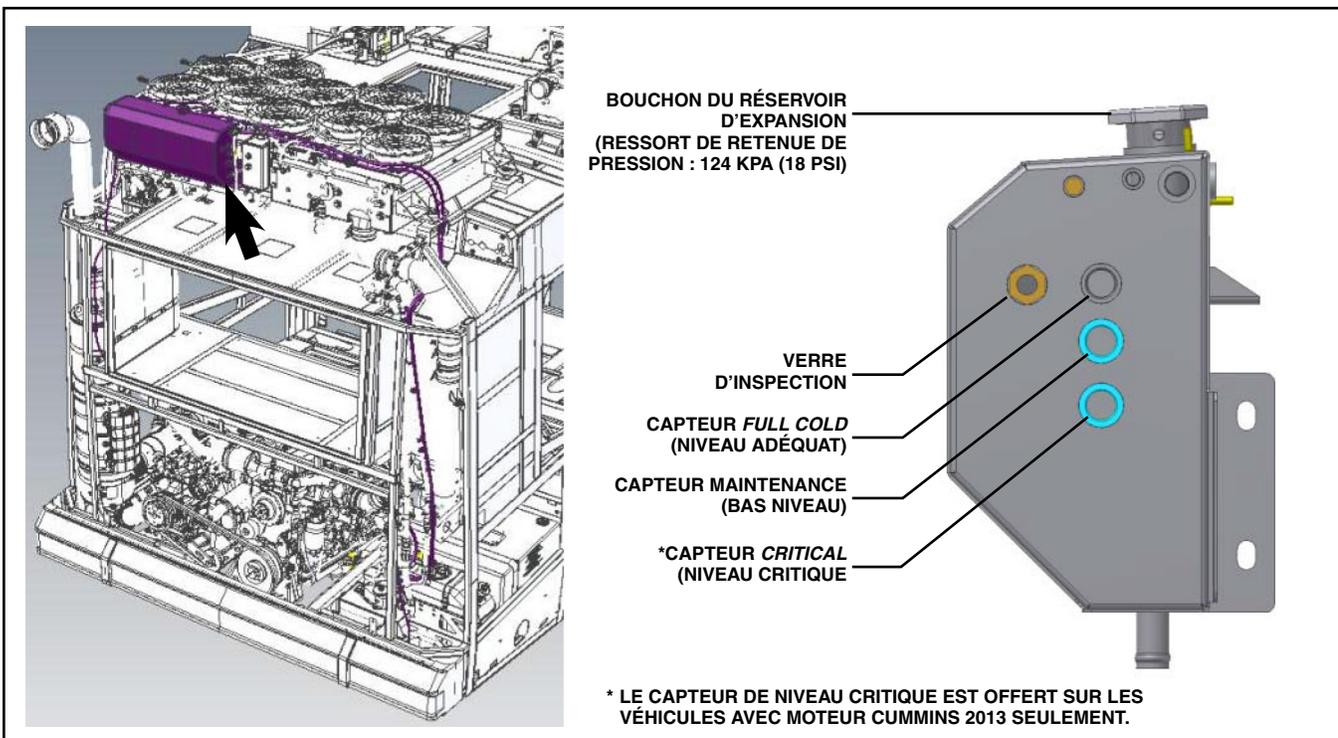

Figure 7 - Capteurs de niveau du liquide de refroidissement sur réservoir d'expansion
Le système de refroidissement comprend trois capteurs de niveau qui mesurent le niveau du liquide de refroidissement (voir Figure 7) :
1. Ouvrir le bouchon du réservoir d'expansion pour aérer le système de refroidissement. Voir Figure 7.